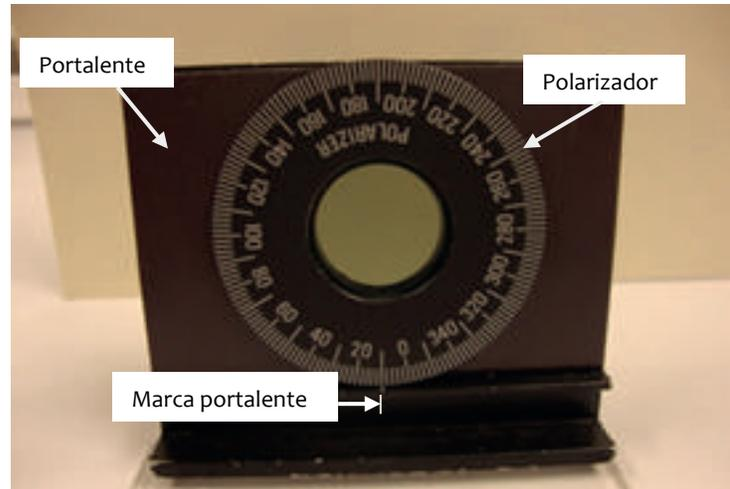

Figura 5.14. Polarizador de la luz y portalente
- r) Coloque los dos polarizadores en un portalente con su eje de transmisión vertical (que el cero del polarizador coincida con la marca del porta lente (figura 5.14).